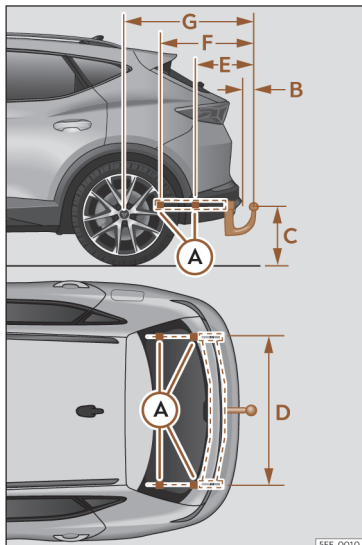

Fig. 189 Quotas e pontos de fixação para a montagem posterior de um dispositivo de reboque.
A distância entre o centro da rótula e a estrada»» **Fig. 189** (A) nunca poderá ser inferior à indicada. Isto rege também com o veículo a plena carga, incluindo a carga vertical máxima tecnicamente admissível sobre o acoplamento.
Quotas de separação (As medidas podem variar dependendo das diferentes combinações de chassi)»» **Fig. 189**: